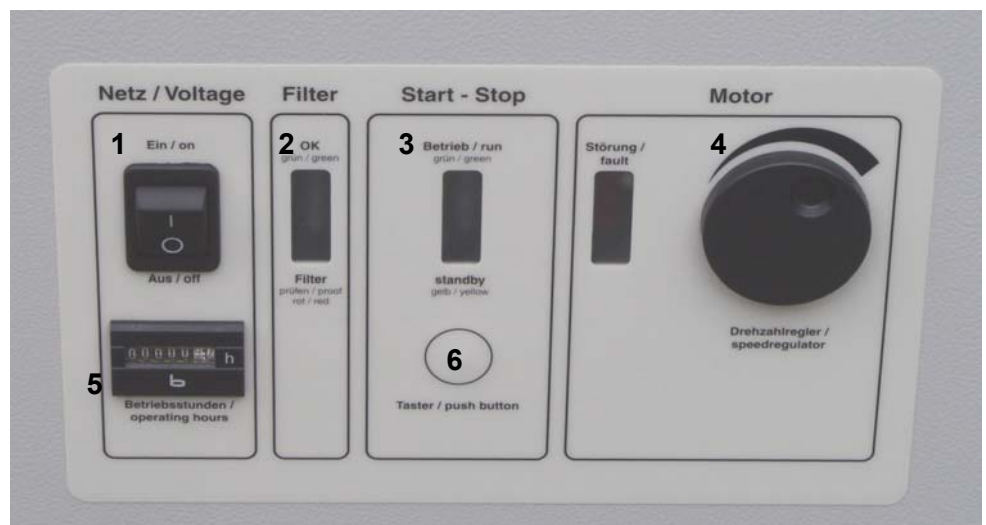

Bild 5.1 Bedienelemente
5.1 = Bild 5.1
Der Sättigungsgrad des Schwebstofffilters wird elektronisch überwacht. Bei Aufleuchten der roten Kontrollleuchte auf der Bedientafel (Bild 5.1) muss der Schwebstofffilter gewechselt werden.